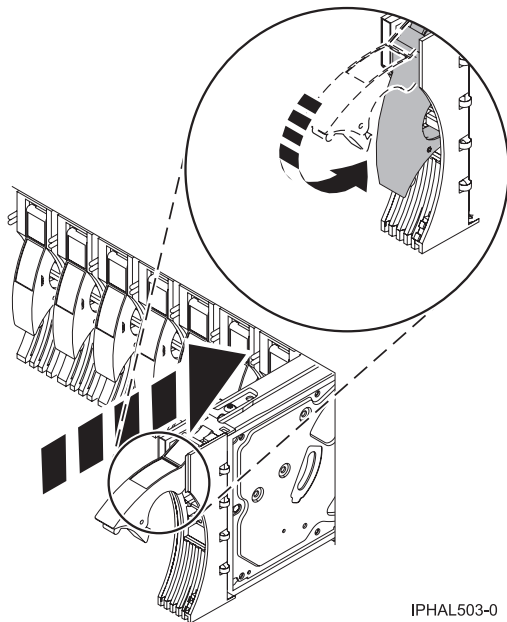

Figure 77. Installation d'une unité de disques sur un modèle or 7311-D20
10. Faites glisser complètement l'unité de disques dans l'unité centrale ou l'unité d'extension, puis bloquez l'unité dans son emplacement en poussant la poignée (voir figure 77, à la page 92).